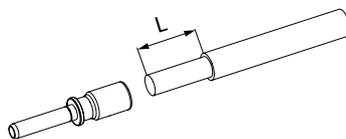
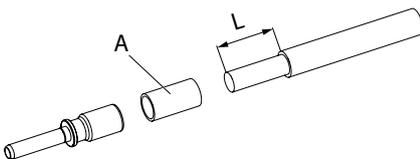

Abb. 1:
Abb. 2:
1. Kabel für die Hauptkontakte - je nach Baureihe und Kabelquerschnitt - auf Länge L abisolieren, wie in nachstehender Tabelle angegeben (**Abb. 1**). Falls eine Reduzierung des Anschlussquerschnitts erforderlich ist, Reduzierhülse (A) verwenden (**Abb. 2**).